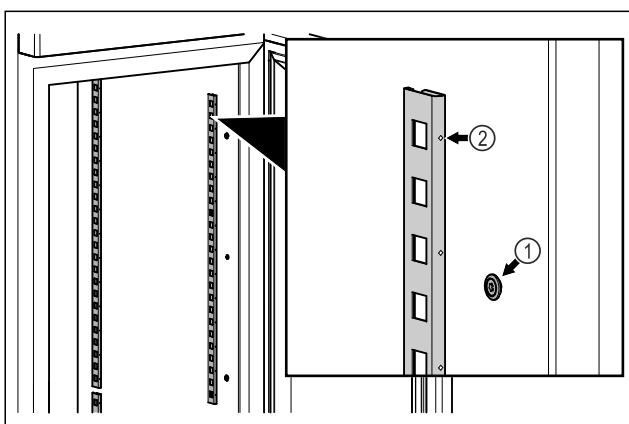

Fig. 58 例图
▶ 让止动条挂在悬挂装置 Fig. 58 (1) 上。标记 Fig. 58 (2) 必须指向前方。